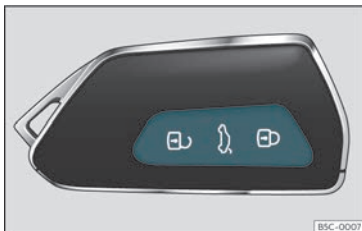

Fig. 70 Chave com comando à distância: botões.
- Trancar: pressione o botão »» Fig. 70.